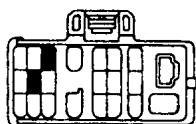
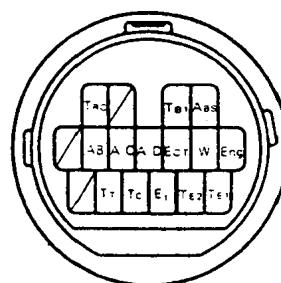

图 1-1-1 故障检查连接器
图 1-1-2 故障诊断连接器
1. 连接器的位置。图 1-1-1 所示的故障检查连接器在丰田汽车上是常见的，图 1-1-2 所示的故障诊断连接器在有些丰田车上使用。与故障检查连接器相比，故障诊断连接器可接一个专用检测仪，检查包括电喷燃油系统、自动变速器、空调系统、ABS、SRS、TCS 和 CCS 等在内的故障。